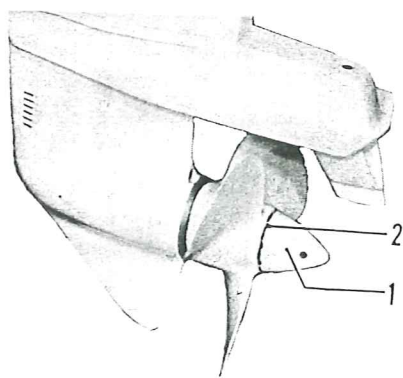

Fig. 2
1. Demontera propellern genom att slå upp låsflikarna på låsbrickan 2, fig. 2, för propellerkonen 1 och skruva av denna. Tag av låsbrickan, propellern och distanshylsan (33 fig. 59).